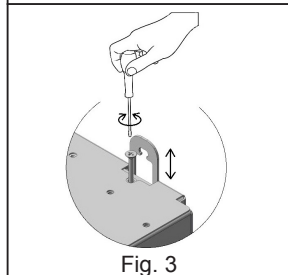

Fig. 3
- b) Staffa retro livellante con fissaggio tasselli ad espansione in dotazione (Fig.3)